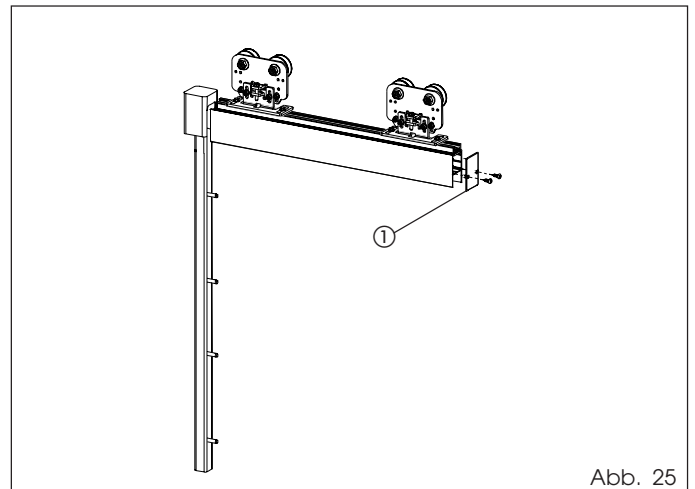

Abb. 25
Den Deckel mit den mitgelieferten Schrauben montieren (Abb. 25 Bez. ①).